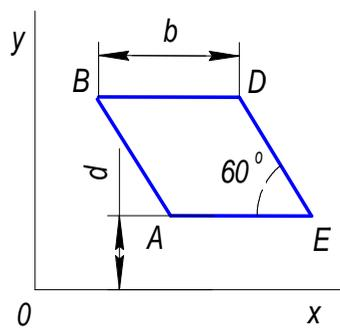

Рис.1.35
1.43. Однородная пластина  $ABDE$  имеет вид ромба со стороной  $b = 0,2$  м. Определить координату  $y_C$  центра тяжести ромба, если расстояние  $d$  от основания  $AE$  до оси  $Ox$  равно  $0,1$  м (рис.1.35)